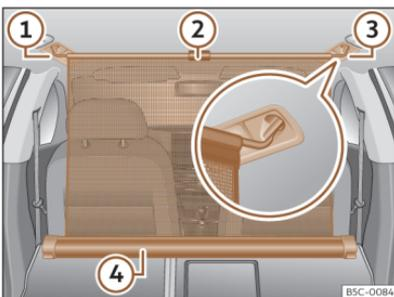

Abb. 184 Im Gepäckraum: eingehängte Netztrennwand bei vorgeklappter Rücksitzlehne.
- Ziehen Sie die Lasche >>> **(Abb. 184)** ② nach oben, um das Netz aus dem Einsatz ④ zu nehmen.
- Hängen Sie das Trennnetz an der rechten oder linken Seite >>> **(Abb. 184)** ③ (vergrößerte Darstellung) ein.
- Hängen Sie das Trennnetz an der Aufnahme der anderen Seite >>> **(Abb. 184)** ① ein, indem Sie an der Stange ziehen.
Das Trennnetz ist richtig montiert, wenn die T-förmigen Enden sicher in den entsprechenden Aufnahmen >>> **(Abb. 184)** ③ und ① eingehängt sind.
- Rollen Sie das Trennnetz in den Einsatz >>> **(Abb. 184)** ④ ein, indem Sie es mit der Hand nach unten ziehen.